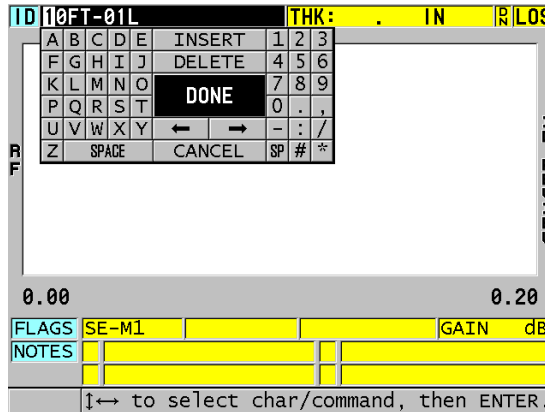

図 11-28 ID 番号編集モードの編集
4. [ID#] をもう一度押し、ID 値を変更します（219 ページの図 11-28 参照）。